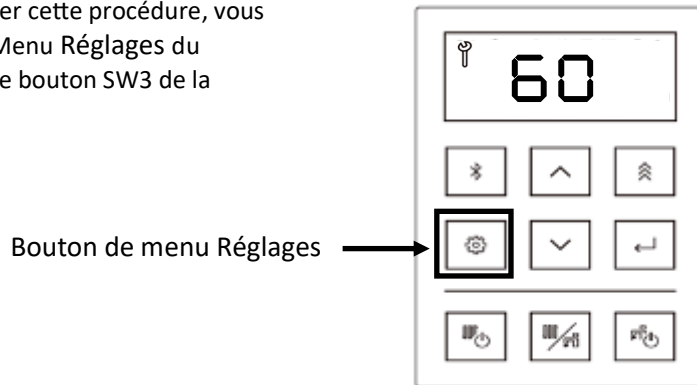

Figure 149
16. L'afficheur indique « 60 » (figure 149), ce qui correspond au temps de rinçage restant en minutes. Ce nombre diminue de 1 par minute. Si le rinçage doit être interrompu, arrêter la pompe. Le nombre affiché ne diminue pas tant que l'appareil ne détecte pas d'écoulement d'eau. Lorsque la pompe se remet en marche, le temps de rinçage restant recommence également à diminuer.
Remarque: Si vous devez annuler cette procédure, vous pouvez appuyer sur le bouton Menu Réglages du contrôleur (figure 149), ou sur le bouton SW3 de la carte contrôleur (figure 147).